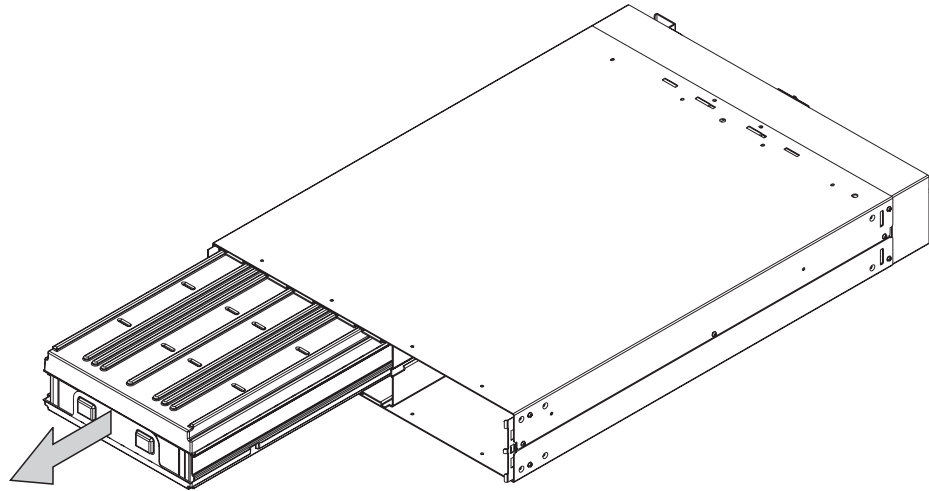

図 179. 2145 UPS バッテリーの取り外し
4. バッテリーにアクセスするため、バッテリー・プレートを取り外します。447 ページの図 179 を参照してください。